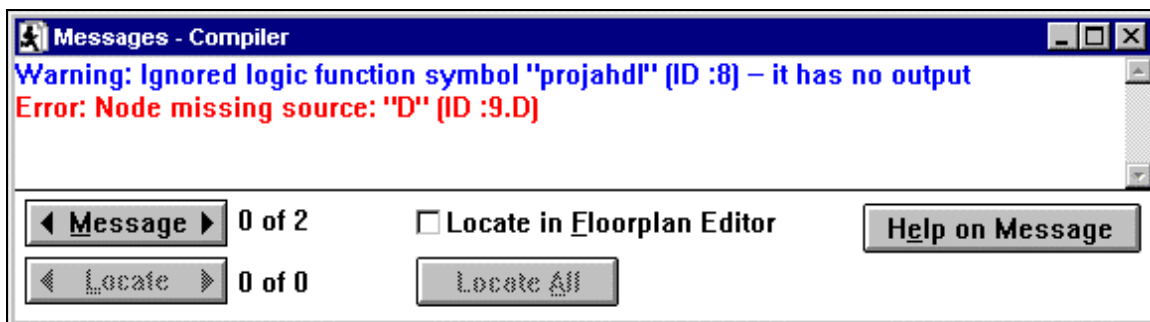

Figura 28
9.9.1 Após a compilação, o MAX+PLUS II cria uma janela de mensagens, esta janela contém as mensagens de erro, warning e de informações do projeto (veja figura 28).